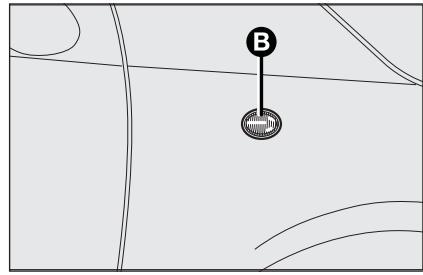

fig. 23
- fare leva nel punto indicato dalla freccia, in modo da comprimere la molletta di fissaggio ed estrarre il gruppo **B**-fig. 23;